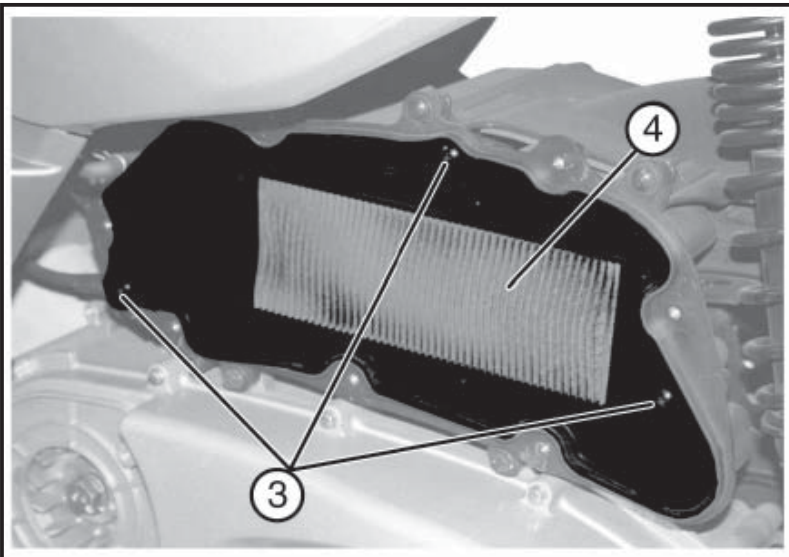

Fig. 02
- Retirer les trois vis «3 - Fig. 02».
- Enlever l'élément filtrant «4 - Fig. 02».